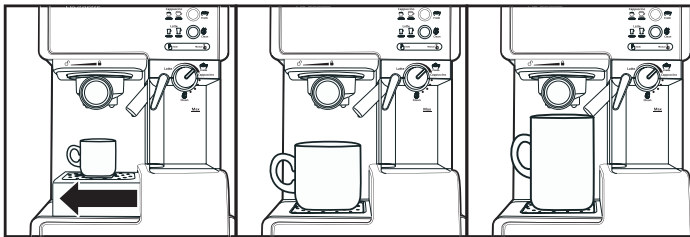

Рис. 8
- Поставьте подходящую чашку на соответствующий поддон (3 или 5) и с помощью ручки (8) направьте трубку-капучинатор (2) в чашку (рис.8).
- Включите кофеварку нажатием кнопки (14), подсветка кнопок (23, 24 и 25) на панели управления начнет мигать.
- Когда подсветка кнопок перестанет мигать, нажмите и удерживайте кнопку приготовления эспрессо (23) в течение 3 секунд. Позвольте воде течь в течение 80-90 секунд.
- Повторным нажатием кнопки (23) отключите подачу воды в чашу.
- Поворотом регулятора подачи молочной пенки (9) выберите режим промывки «Очистка».
- Затем нажмите и удерживайте кнопку приготовления капучино (24) в течение 3 секунд. Позвольте воде течь в течение 80-90 секунд.
- Повторным нажатием кнопки (24) отключите подачу воды в чашу.